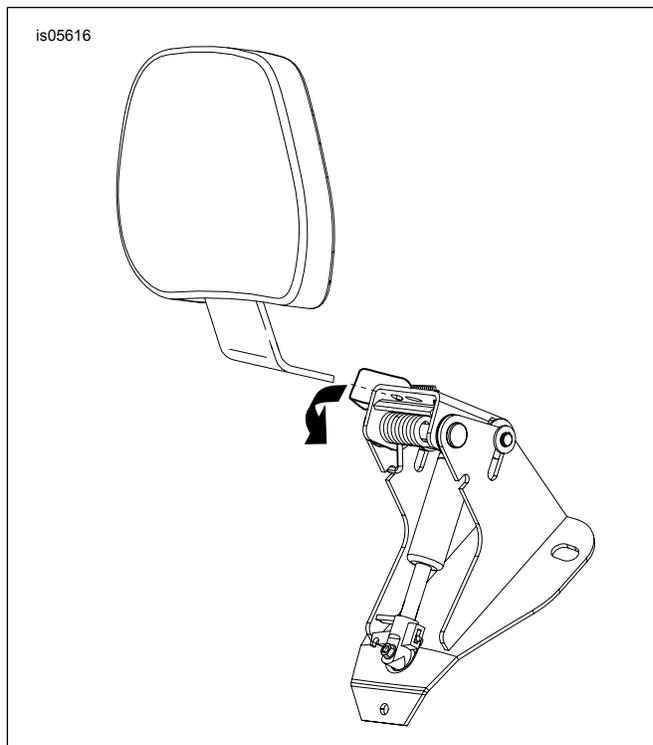

Figura 12. Installazione dello schienale
1. Vedere Figura 12 Premere sulla leva posizionata sulla staffa dello schienale, come illustrato. Inserire lo schienale e premere delicatamente fino a che non scatta in posizione.